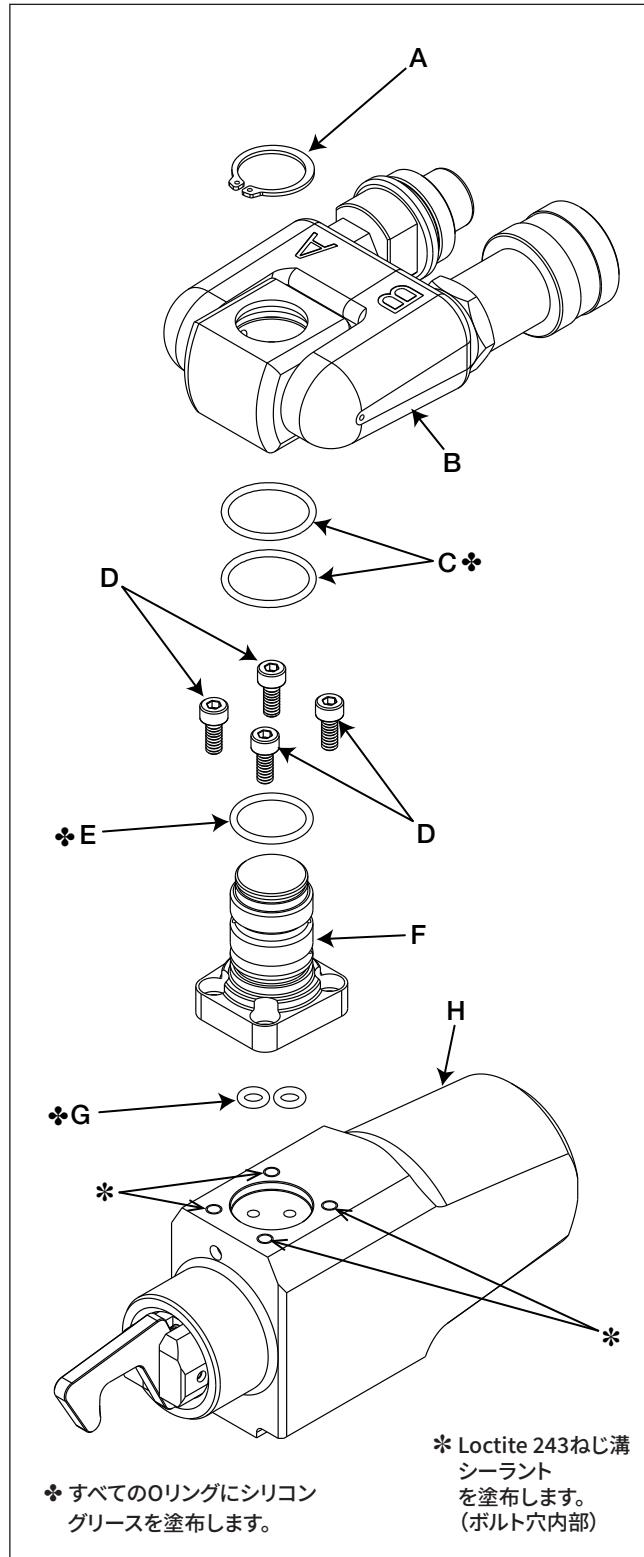
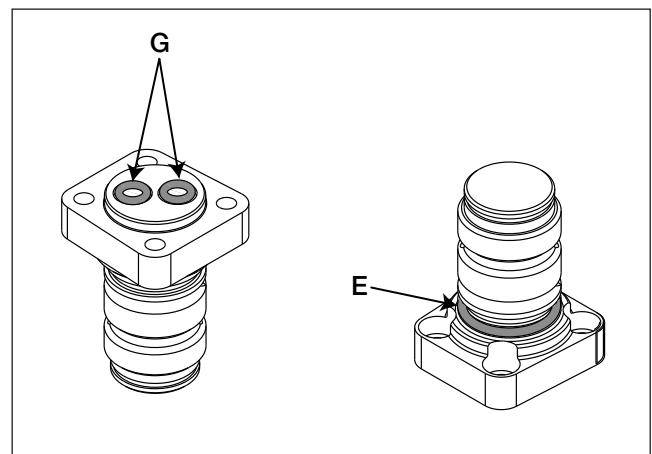
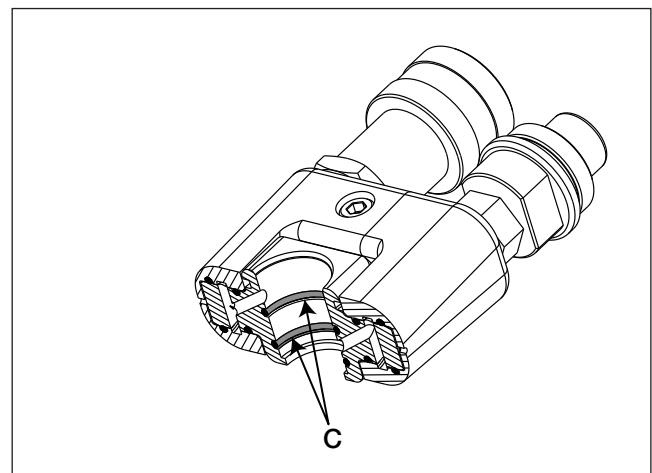
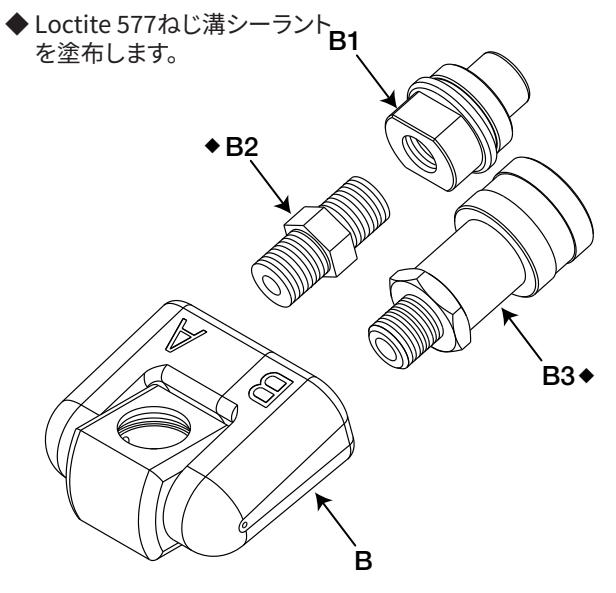

図1 展開図 - TSP300プロシリーズスイベル
図2 Oリングの取り付け、スイベルポスト
図3 Oリングの取り付け、スイベルマニホールドブロック
図4 油圧カップリングの交換
以下の手順では、図1、図2、図3を参照してください。古い部品を廃棄し、図のようにキットに同梱の新品部品と交換します。
- 古いOリング(E)をスイベルポスト(F)から取り外し、キットに同梱の新品のOリング(E)と交換します。Oリングにシリコングリースを塗布してから、取り付けます。位置については図2を参照してください。
- キットに同梱の新品のOリング(C)2枚を、スイベルマニホールドブロックの溝に取り付けます。Oリングにシリコングリースを塗布してから、取り付けます。位置については図3を参照してください。
表1 部品リスト - プロシリーズスイベルキット TSP300/TSP300MK(図1~5)
以下の手順では、図1、図2、図3を参照してください。
- 新品のOリング(G)2枚を新品のスイベルポスト(F)のベース部分のポートに取り付けます。Oリングの位置については図2を参照してください。
- 同梱の新品のスイベルポストOリング(E)を取り付けます。Oリングにシリコングリースを塗布してから、取り付けます。位置については図2を参照してください。
以下に記載の手順で油圧カップリングを交換します。図1と図4を参照してください。
以下に記載の手順でスイベルアッセンブリを組み立てます。図1と図5を参照してください。